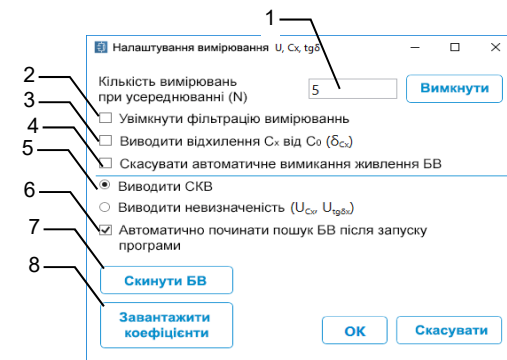

Рисунок 6.5
– При запуску програми автоматично включається БВ. Для запобігання невиправданого розряду акумулятора передбачено автоматичне відключення БВ, якщо протягом 20 хвилин не проводилися вимірювання (функція відключення блоку вимірювального може бути скасована в налаштуваннях рис. 6.5).
– Вимірювання C_x і $tg\delta_x$ виконується з накопиченням результатів вимірювань. Для установки кількості накопичуваних вимірів клацнути по кнопці "Налаштування" (рисунок 6.2, поз.9) і у вікні, що з'явиться, (рисунок 6.5) ввести необхідну кількість вимірювань в поле (поз.1) (рекомендоване число накопичуваних вимірювань - 5).